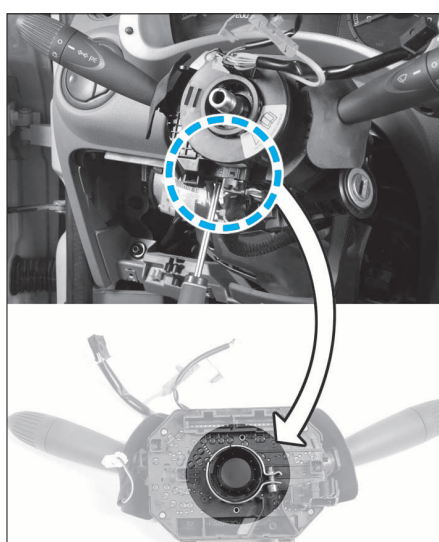

FIG. 35
- Desserrer le collier de fixation du contacteur tournant (Fig.35).